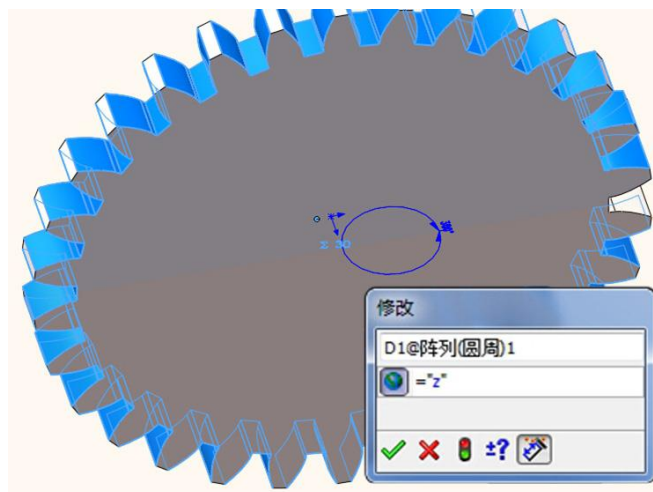

图 3-50 尺寸修改
(5) 在“设计树”中双击阵列图标，视图会显示阵列数目及旋转角度的尺寸，双击阵列数目尺寸“30”，即弹出“修改”对话框，在其中输入“=z”，如图 3-50 所示。